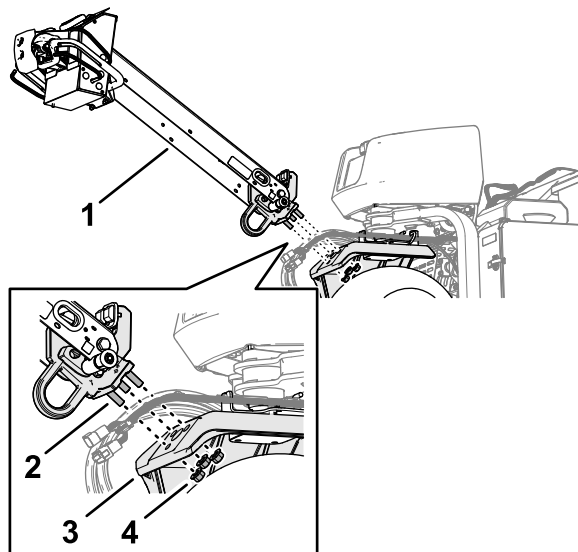

Figure 5
1. Insérez les goujons à l'extrémité du timon dans les trous du bras de direction (Figure 5).